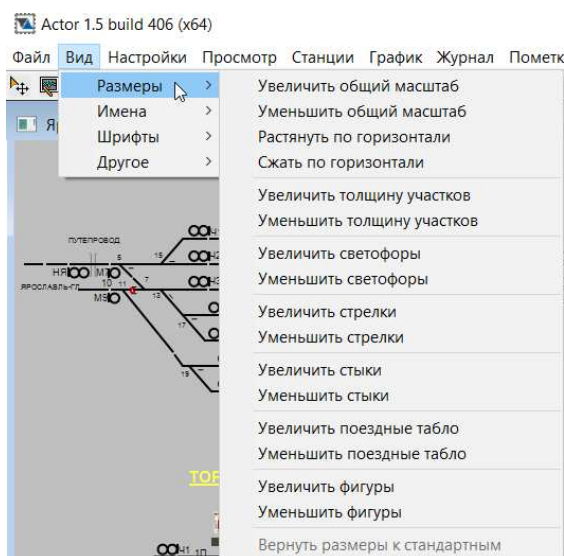

Рис. 313. Пункт меню «Вид» - подпункт «Размеры»
- «Размеры». Подпункт позволяет изменять размеры окна текущей станции, а также отдельных элементов схемы станции или участка. Для того чтобы изменить размеры какого-либо элемента схемы, необходимо нажать на соответствующий пункт меню (см. рис.313). Доступно изменение размеров до предельного значения. Если дальнейшее увеличение или уменьшение невозможно, соответствующий пункт меню становится неактивным.